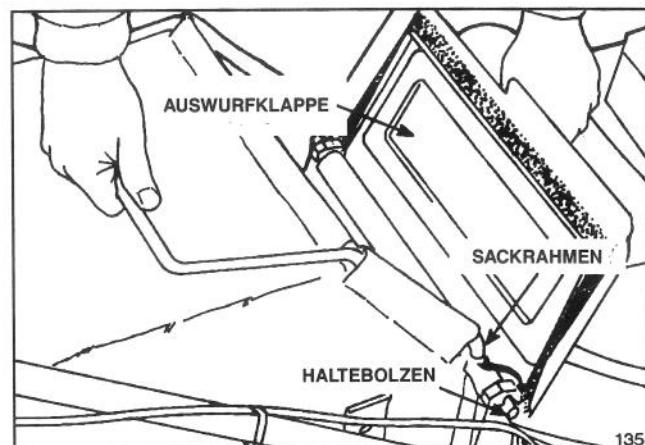
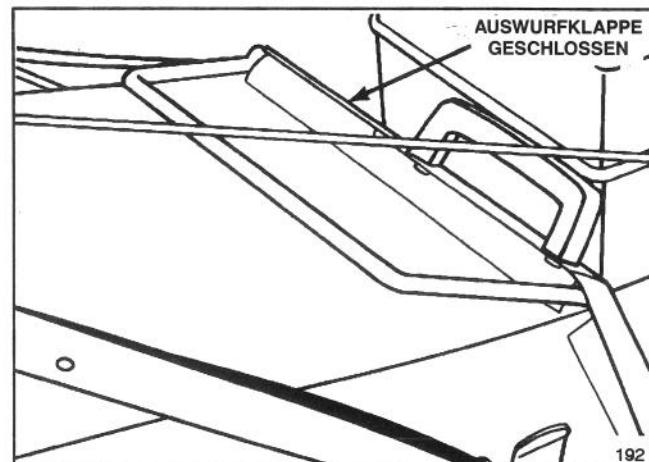

Abbildung 2
Abbildung 3
4. Zur Installierung des Grasfangsackes die Auswurfklappe anheben und den Sackrahmen auf die Haltebolzen stülpen. (Abb. 2) Grasfangsack auf dem Mähergehäuse über der Auswurföffnung absetzen. Klappe schließen und sicherstellen, daß Grasfangsack gut abgedichtet ist (Abb. 3).